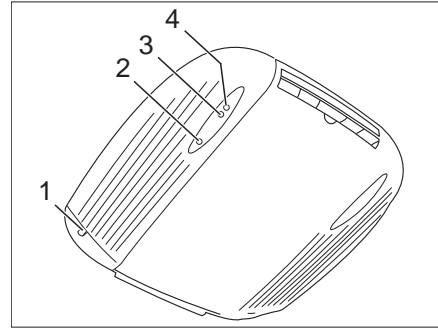

Fig. 203 Vista interna
- Collegare il veicolo all'alimentazione a 230 V. L'impianto di climatizzazione è pronto a funzionare. Il LED rosso (Fig. 203,2) è acceso.
- La spia di controllo verde (Fig. 203,3) segnala il raffreddamento e la spia di controllo rossa (Fig. 203,4) il riscaldamento.